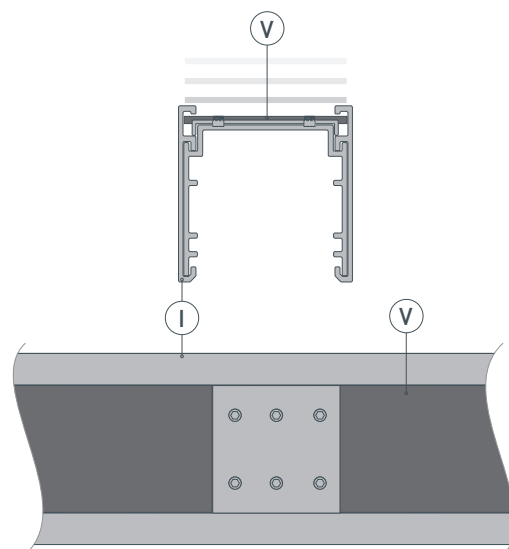

Рис. 5. Установка ленты-вставки **V** на профиль **I**. Вид сверху
- 4** / Для защиты светодиодной ленты от пыли и фильтрации светового потока установите обратно на верхнюю грань профиля **I** эластичную ленту-вставку **V**, как показано на рис. 5.